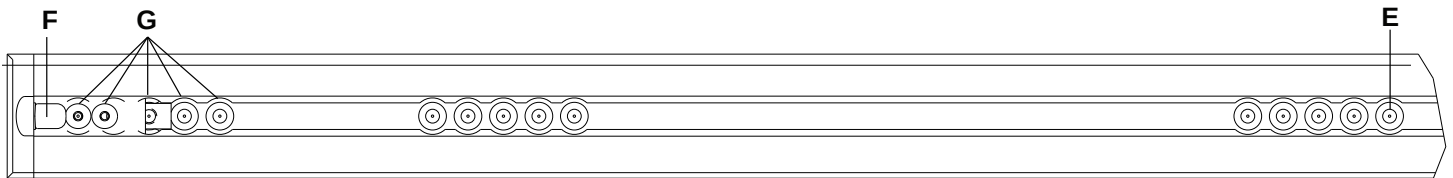

Figura 16 – Posición del posicionador de la placa de suelo - extremo de los pies
Nota - Si ha instalado anteriormente la placa de suelo sin el cable del anclaje al vehículo, mida 3 in o 7 in (7,6 cm o 17,8 cm) hacia el extremo de la cabeza desde la posición E del posicionador (Figura 16). Marque la posición en el centro del canal. Esta será la posición de la entrada eléctrica. Para ver las instrucciones para las conexiones eléctricas, consulte el manual de instalación de la placa de suelo de Stryker (6390-109-020).
Nota - Las ubicaciones del gancho de seguridad (F) y de los orificios de montaje adicionales (G) se muestran únicamente como referencia (Figura 16). No se utilizan para la instalación del **Performance-LOAD**.